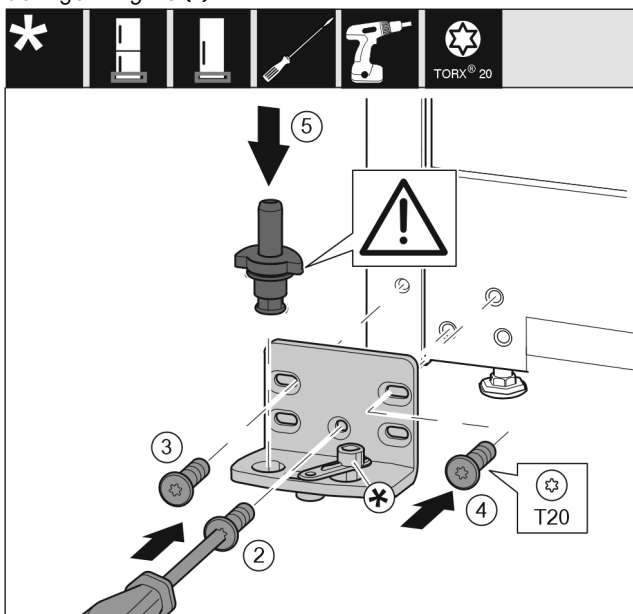

Fig. 14
- Sätt på lagerbocken på andra sidan och skruva fast den med hjälp av en skruvmejsel T20. Börja med skruv 2 längst ner i mitten. Fig. 14 (2)
- Dra åt skruvarna 3 och 4. Fig. 14 (3,4)
- Sätt in lagerbulten helt och hållet. Se till att låskammen är vänt bakåt. Fig. 14 (5)